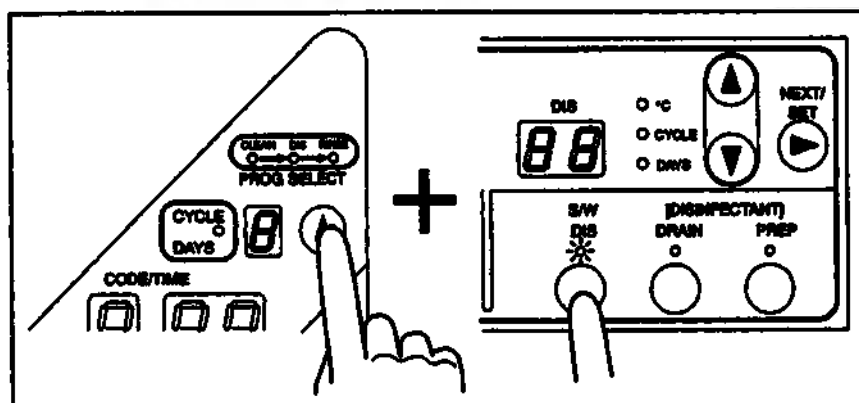

Рис. 6.36
3. Удерживая в нажатом состоянии кнопку «PROG SELECT» на главной панели управления, нажмите и удерживайте в нажатом состоянии более 2 секунд кнопку «S/W DIS» на вспомогательной панели управления (см. рис. 6.36).